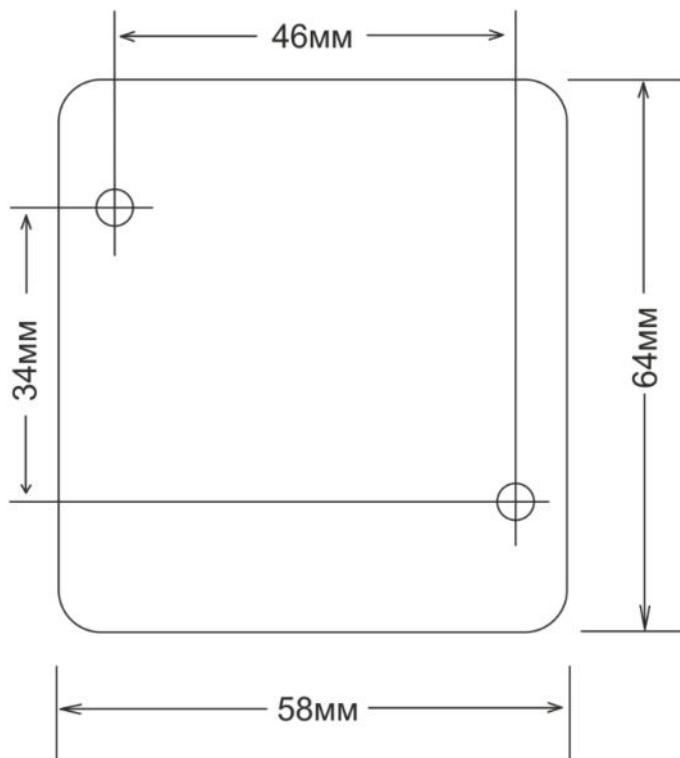

Рис.4. Установочные размеры Узла беспроводной сети.
3.4. Монтаж Узла беспроводной сети на стену осуществляется при помощи двух саморезов. Установочные размеры показаны на рис.4.